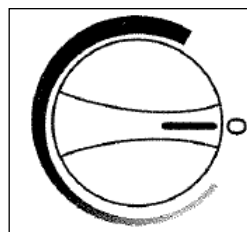

Fig. 1
- Lorsque le refroidissement maximum est atteint, placez l'aiguille du bouton de commande de la temp. à la position de 2 heures sur le cadran gradué (**voir la Fig. 1**).